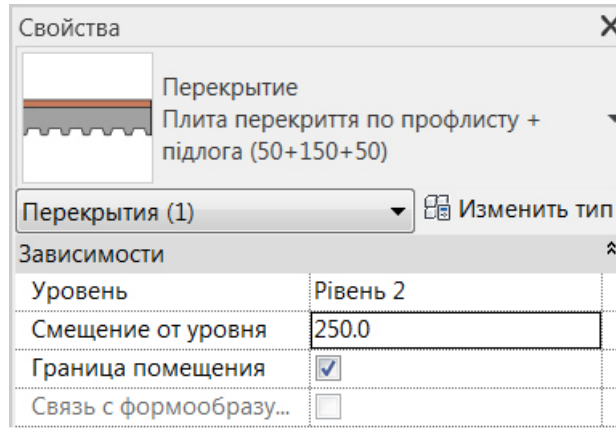

Рис. 9.9
8. Останнім кроком, у вікні властивостей для доданої плити встановлюємо зміщення від рівня + 250 мм (рис. 9.9).